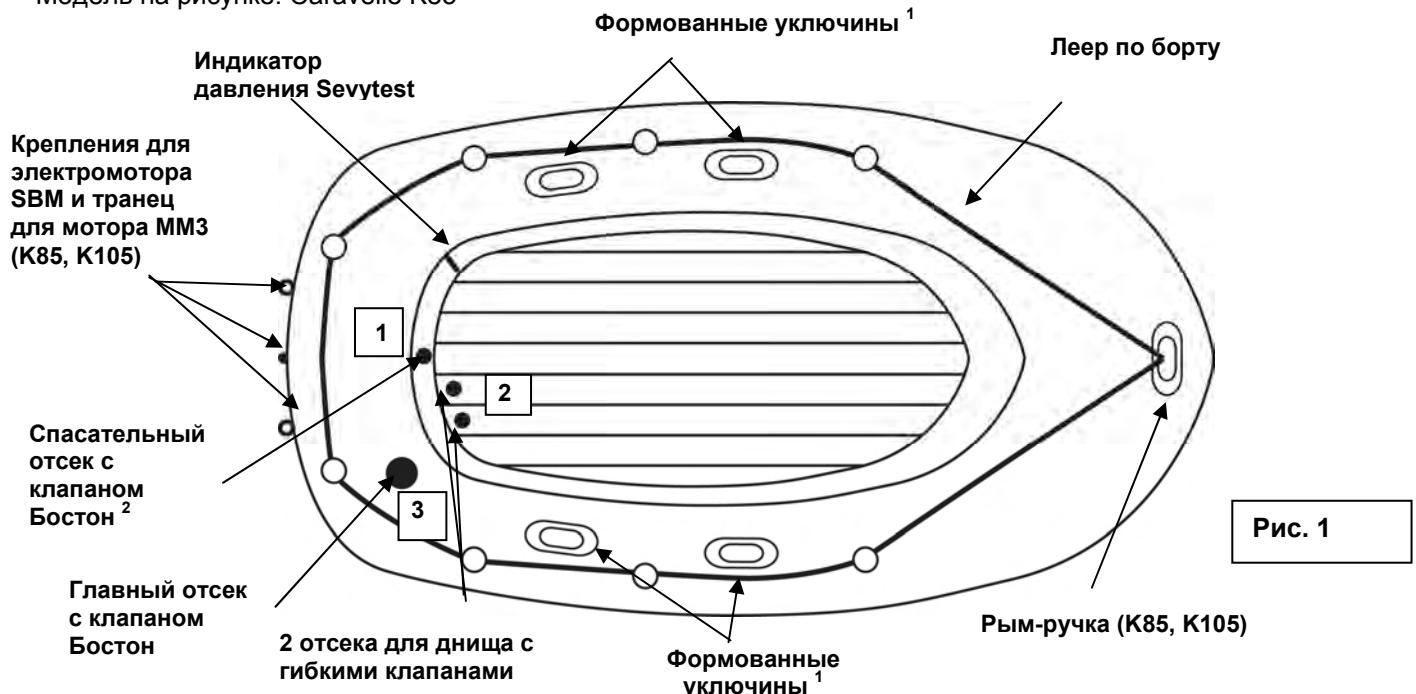

Рис. 1
- a) Клапан (ы) Boston (рис. напротив): Отвинтите колпачок клапана (1); ввинтите корпус клапана (2) в основание клапана (3); не убирайте колпачок. Вставьте конец шланга насоса в клапан и надувайте до достижения рекомендуемого давления (см. пункт 3). После накачивания как следует завинтите колпачки клапанов (по часовой стрелке). **Примечание:** небольшая утечка воздуха до полного закрытия клапанов - нормальное явление, **ГЕРМЕТИЧНОСТЬ** обеспечивается только колпачком клапанов.
2. Надувайте товар в порядке, указанном на заводской табличке на товаре (см. также рис. 1, нумерацию клапанов).